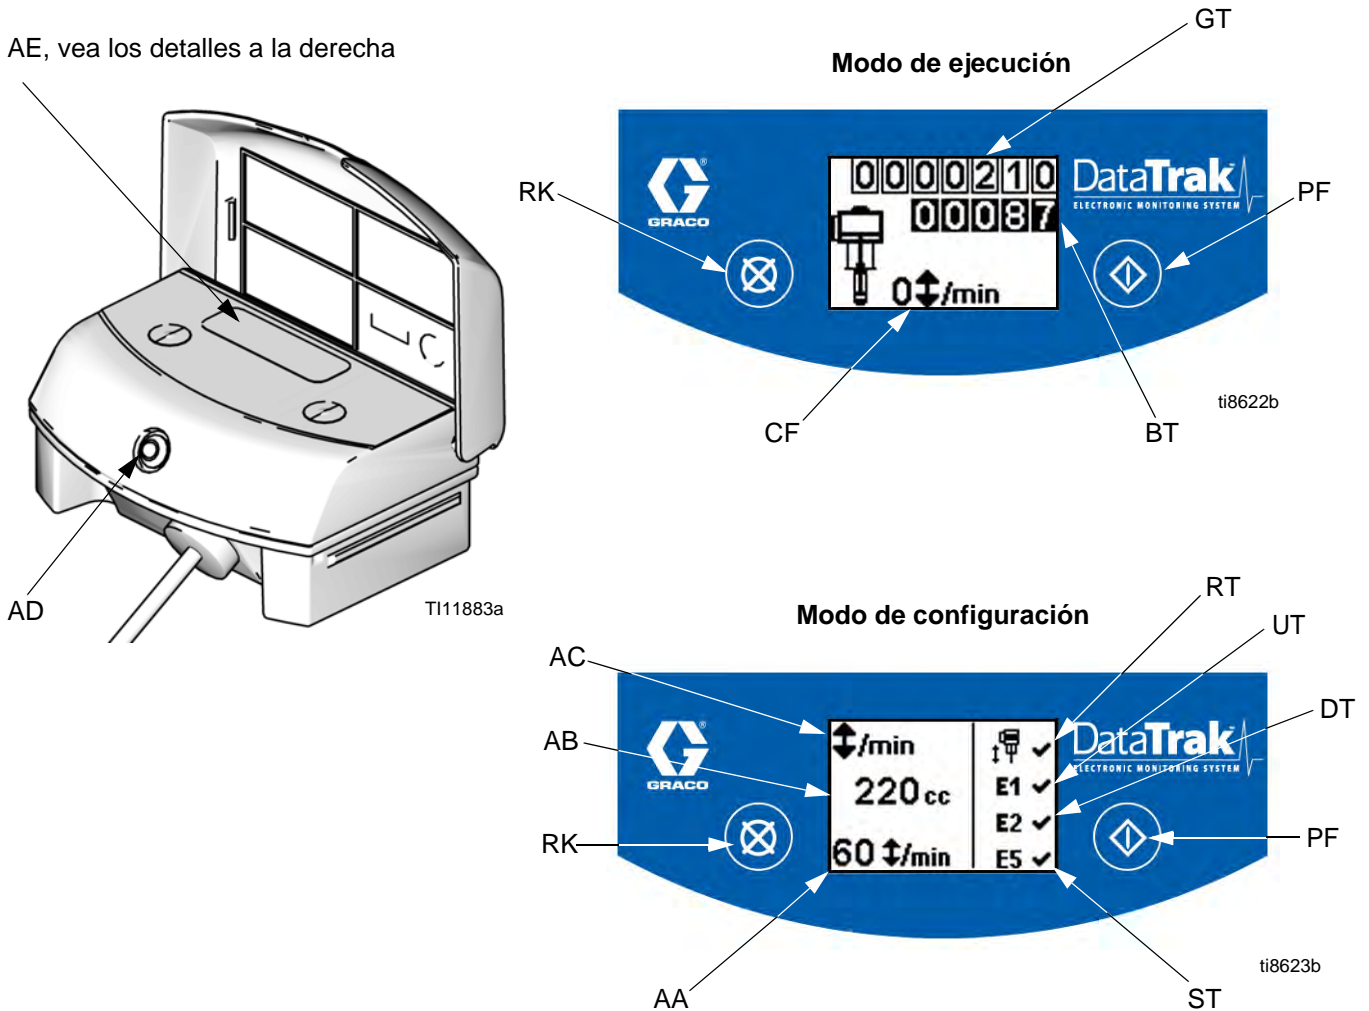

FIG. 7. Controles e indicadores de DataTrak
## Leyenda para la FIG. 7
1. Vea la FIG. 7. Púlsela y manténgala pulsada  durante 5 segundos hasta que aparezca el menú de configuración.
**NOTA:** Cuando las opciones de error de embalamiento, E1, E2, y E5 están habilitadas, aparecerá una ✓ en la pantalla de configuración. Vea la FIG. 7.
1. Vea la FIG. 7. Si se produce embalamiento de la bomba, se accionará el solenoide de embalamiento, parando la bomba. El LED (AD) destellará y la pantalla (AE) indicará una condición de
5. Abra la válvula de aire (E) para volver a poner en marcha la bomba.
**NOTA:** Para inhabilitar la vigilancia de embalamiento, vaya al modo de configuración y configure el valor de embalamiento en 0 (cero) o conmute (RT) a OFF  (vea la FIG. 7).
1. Vea la FIG. 7. Para entrar al modo de cebado/lavado, pulse cualquier tecla para activar la pantalla, luego pulse . Aparecerá el símbolo de cebado/lavado en la pantalla y el LED destellará
2. Mientras está en modo de cebado/lavado, se inhabilita la protección contra embalamiento y el totalizador de lotes (BT) no contará. El totalizador global (GT) continúa recontando.
Vea la FIG. 7. El último dígito del totalizador de lotes (BT) representa décimos de galón o litro. Para reiniciar el totalizador, pulse cualquier tecla para activar la pantalla, luego pulse  durante 3 segundos.
Vea la FIG. 7. La pantalla (AE) se apagará después de 1 minuto de inactividad en modo de ejecución o de 3 minutos en modo de configuración. Pulse cualquier tecla para activar la pantalla.
**NOTA:** La pantalla (AE) se puede apagar si se aplica una descarga estática de alto nivel a DataTrak. Pulse cualquier tecla para activar la pantalla.
DataTrak puede diagnosticar varios problemas de la bomba. Cuando el monitor detecta un problema, el LED (AD, FIG. 7) destellará y aparecerá en la pantalla un código de diagnóstico. Vea la Tabla 1.